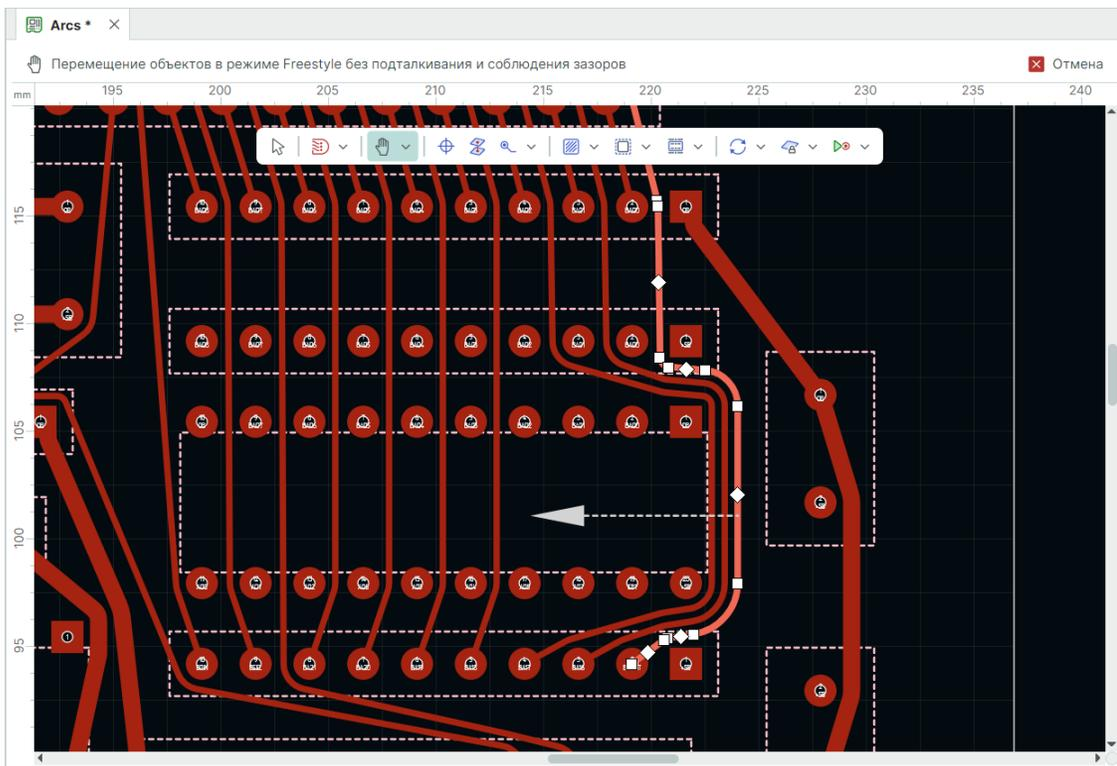

Рис. 408 Определение вектора перемещения проводника в режиме Freestyle
1.2. Выберите точку на проводнике и направление вектора перемещения, см. Рис. 408.